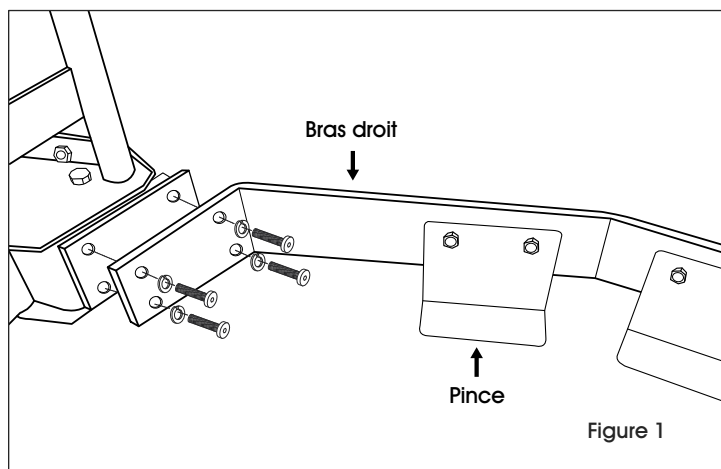

Figure 1
2. With clamps facing inward, attach left and right arms to frame using bolts and lock washers. (See Figure 1)
2. Avec les pinces orientées vers l'intérieur, attachez les bras gauche et droit au cadre à l'aide des boulons et des rondelles de blocage. (Voir Figure 1)